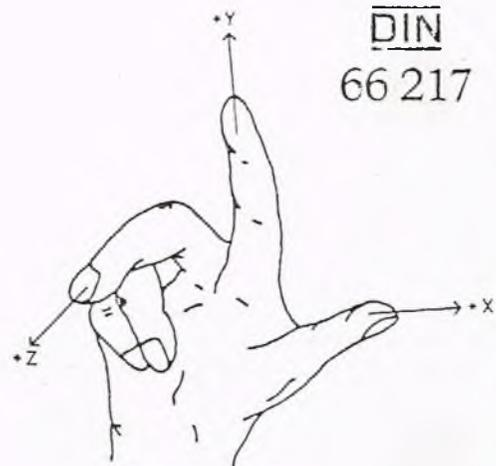
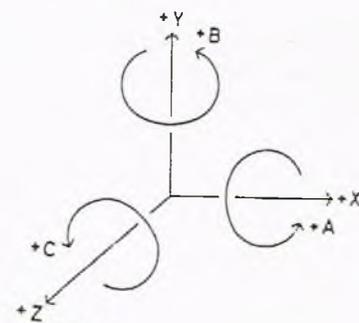

Bild 1.
Bild 2.
Verwendet wird ein rechtshändiges, rechtwinkliges Koordinatensystem mit den Achsen X, Y und Z (Bild 1 und Bild 2), das auf die Hauptführungsbahnen der Maschine ausgerichtet ist, und sich auf das auf der Maschine aufgespannte Werkstück bezieht. Die Darstellungen in den Bildern 1 und 2 zeigen die positiven Richtungen der Koordinatenachsen.
2.2 Bezeichnung der Drehungen (Drehbewegungen um die Koordinatenachsen (Bild 2))